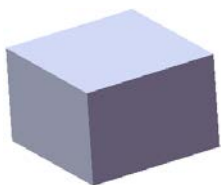
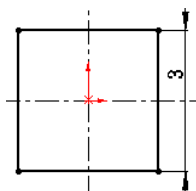

图 14.5.2 凸台一拉伸 1
图 14.5.3 横断面草图
Step2. 创建图 14.5.2 所示的零件基础特征——凸台一拉伸 1。
(1) 选择命令。选择下拉菜单 **插入(I)** → **凸台/基体(B)** → **拉伸(E)...** 命令（或单击“特征(F)”工具栏中的  按钮）。
(2) 定义特征的横断面草图。
① 定义草图基准面。选取前视基准面作为草图基准面。
② 定义横断面草图。在草图环境中绘制图 14.5.3 所示的横断面草图。
③ 选择下拉菜单 **插入(I)** → **退出草图** 命令，退出草图环境，此时系统弹出“凸台一拉伸”对话框。
(3) 定义拉伸深度属性。
① 定义深度方向。采用系统默认的深度方向。
② 定义深度类型和深度值。在“凸台一拉伸”对话框 **方向1** 区域的下拉列表中选择 **给定深度** 选项，在  中输入深度值 2.0。